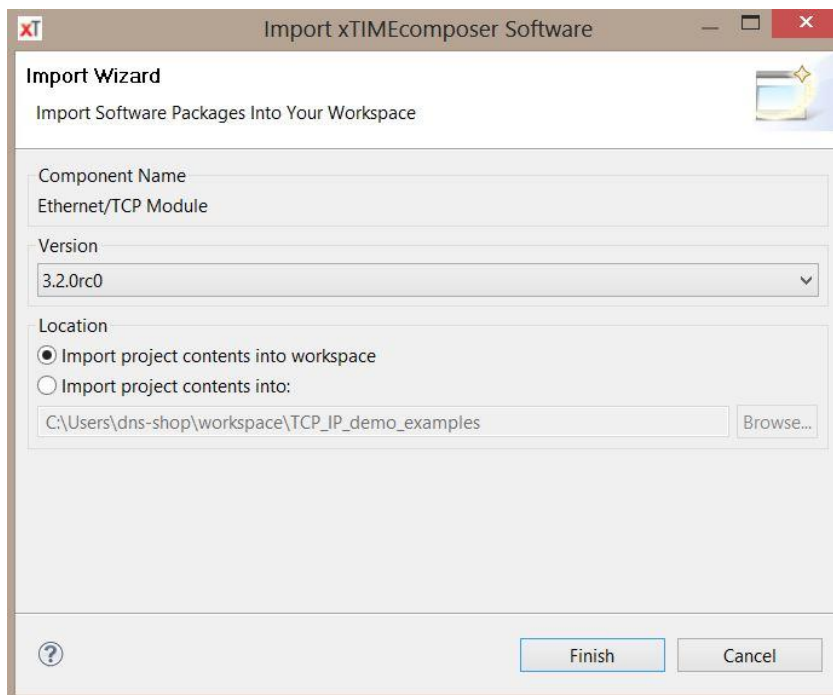

Рис.2.2.5. Окно *Import Wizard*
1. перетащите *xSOFTip* компоненту в *System Configuration* или дважды щелкните по компоненте в *xSOFTip Browser* (Рис.2.2.5.).